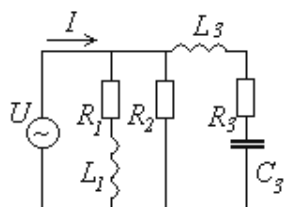

Рис.8. Электрическая схема к заданию 2.
2. Определите ток в неразветвленной части цепи (рис.8), активную, реактивную и полную мощность всей цепи, если напряжение источника питания $u = 282 \sin 314t$. Постройте векторную диаграмму. Исходные данные в таблице 4.